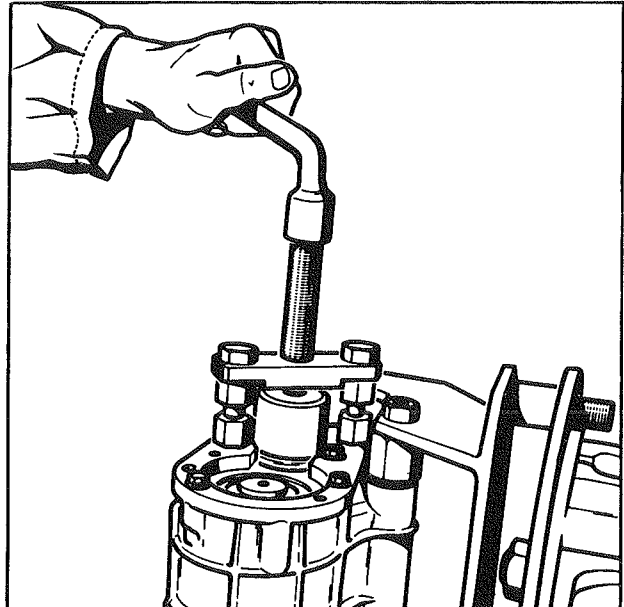

Fig. 25
- Emmancher le roulement à billes AR du pignon d'attaque dans le carter de BV (fig. 25) ; laisser affleurer le roulement côté plan de joint extérieur du carter de BV (contre-plaque d'adaptation réf. PD 20897 N - extracteur réf. PD 39962 K - emmanchoir du petit roulement de différentiel réf. PD 20893 J).